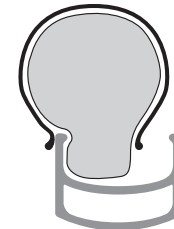

Figura 15. Empurre o primeiro talão para o lado e insira a câmara interna.
5. Empurre o pneu e a câmara até que esta fique dentro do aro (figura 15).